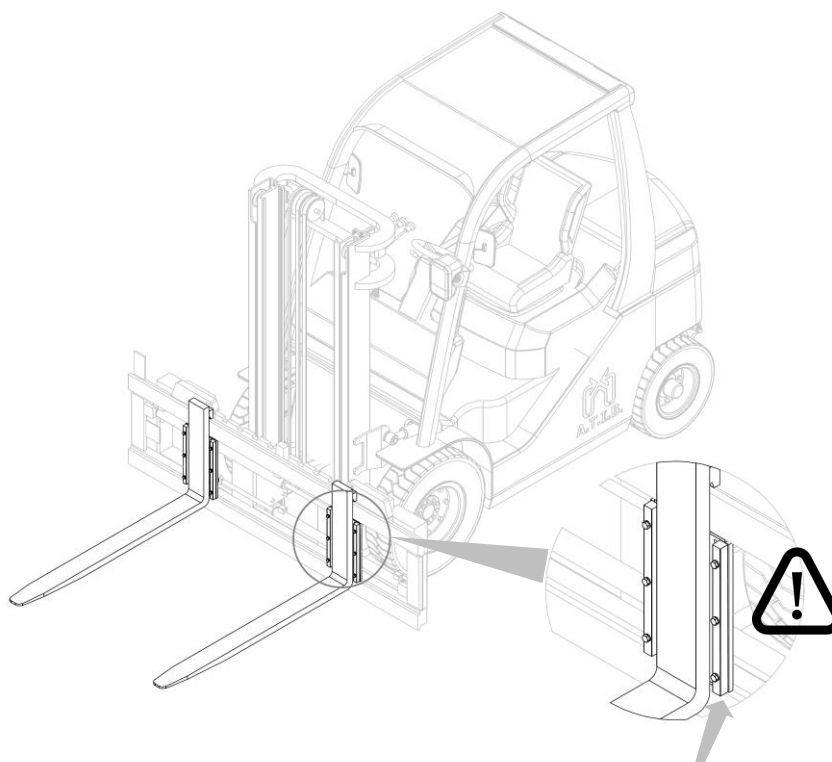

Figura 11
2. Dopo aver montato le forche, riavvitare i fermi forca (vedi *Figura 11*).